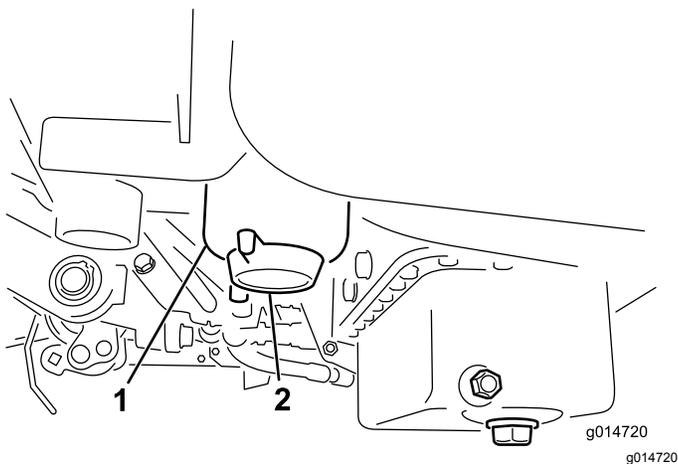

Рисунок 48
2. Очистите область крепления стакана фильтра (Рисунок 48).
4. Откройте сливную пробку фильтра (Рисунок 48).